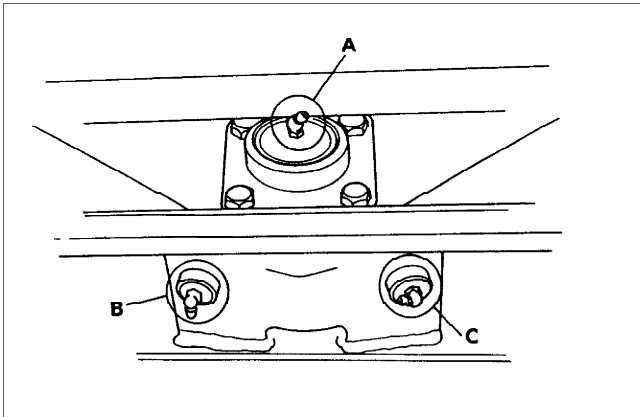

Fig.32
- b) Mittलगelenk Hinterachse (Abb. 32 A)
- c) Lenkdruckzylinder - Innenzapfen (Abb. 32 B & C)
- (b) Perno centrale dell'asse posteriore (A Fig. 32).
- (c) Perna interni dei bracci dello sterzo (B e C Fig. 32).